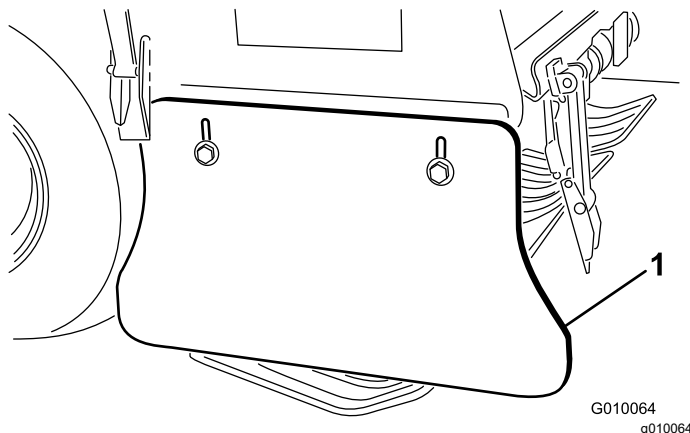

Figure 172
2. Desserrez les vis et les contre-écrous à embase qui fixent la protection latérale au cadre de la tête d'aération (Figure 172).